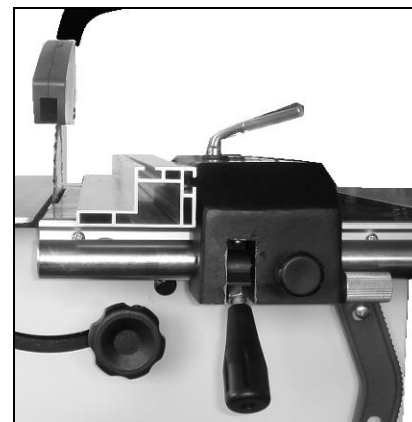

Fig 18
- Couper les pièces étroites (moins de 120 mm de large) avec le rail fixe rabattu (Fig 18).